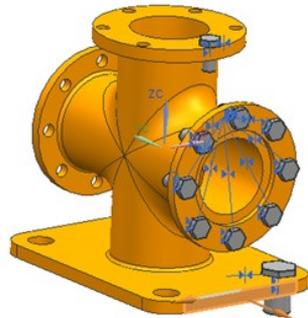

图 8.49 选择右侧端面边线作为 Y 轴方向
④ 选中【边】单选按钮，选择基座右端面的一条边，该边所指方向即为阵列 Y 方向，此时 Y 方向阵列的参数设置文本框被激活，在【总数.YC】框中输入 2，在【偏置.YC】框中输入 210，如图 8.49 所示。